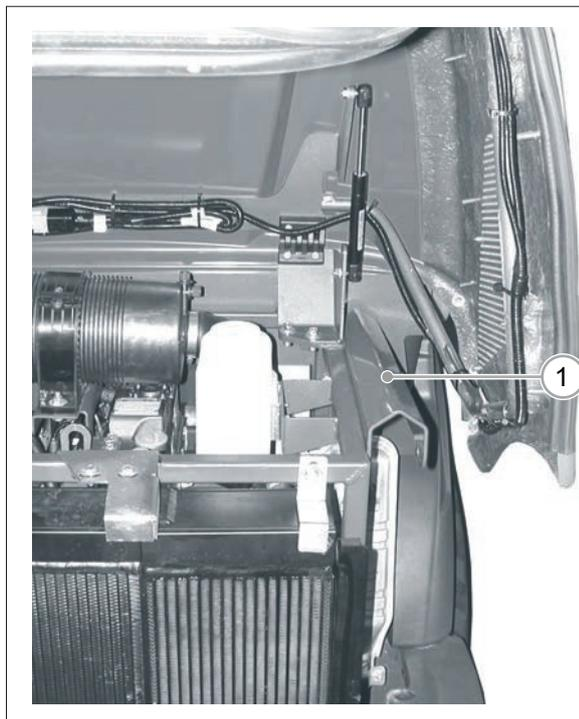

РИС. 48
- 5) Удалите предохранительный замок из паза (РИС. 48 - Сс. 1).